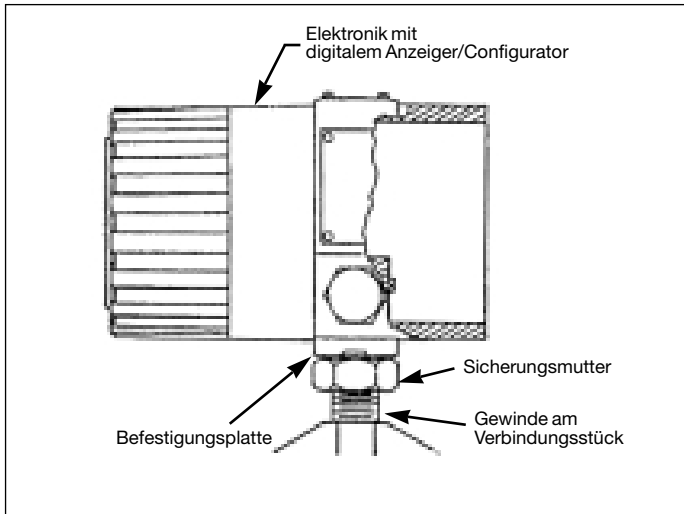

Abbildung 8. Elektronikgehäuse-Positionierung
- Sicherungsmutter des Gehäuses bis zum letzten Gewindegang herauserschrauben. Siehe dazu Abbildung 8.